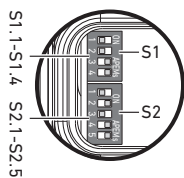

Fig. 3 : Commutateur DIP S2
2. Mettre le commutateur DIP S2.5 dans la position souhaitée (voir également Fig. 3 « Commutateur DIP S2 »).